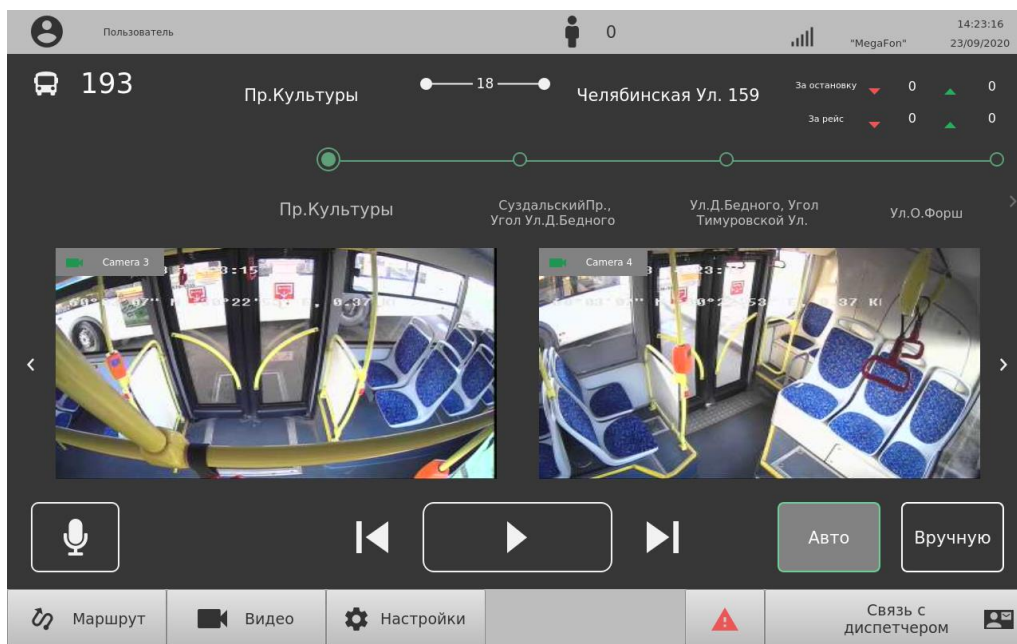

Рисунок 21 – Пример главного экрана
1. После включения зажигания и появления на экране управления («тачскрине») изображения главного экрана пользовательского интерфейса. Пример вида главного экрана см. Рисунок 21.